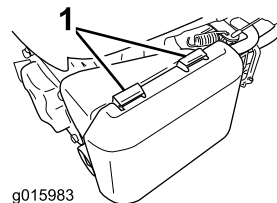

Figura 26
1. Pressione as patilhas do trinco na parte superior da cobertura do filtro de ar (Figura 26).